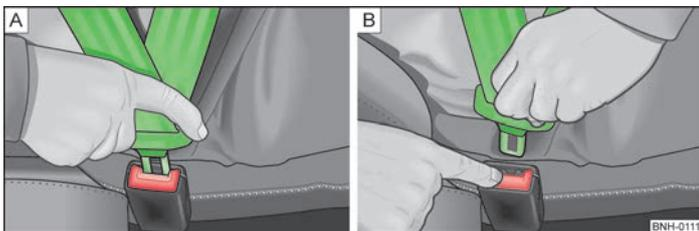

Abb. 99 Sicherheitsgurt anlegen / ablegen
- Die Schlosszunge in das zum Sitz gehörende Gurtschloss » Abb. 99 - [A] stecken, bis diese hörbar einrastet.
- Die rote Taste im Gurtschloss » Abb. 99 - [B] drücken, die Schlosszunge springt heraus.